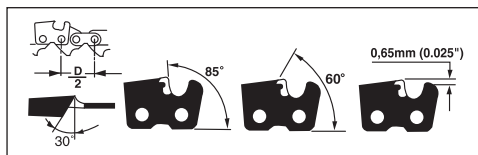
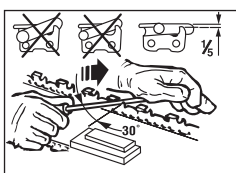

Fig. 21
Fig. 22
-L'intensité de la chaîne (Fig. 21) est de 3/8" LoPro x .050". Munissez-vous de gants de protection et d'une lime ronde de 05/32" (4mm) pour affûter la chaîne. Affûtez toujours les parties coupantes en faisant des mouvements extérieurs (Fig. 22) en respectant les valeurs indiquées dans la Fig. 21.